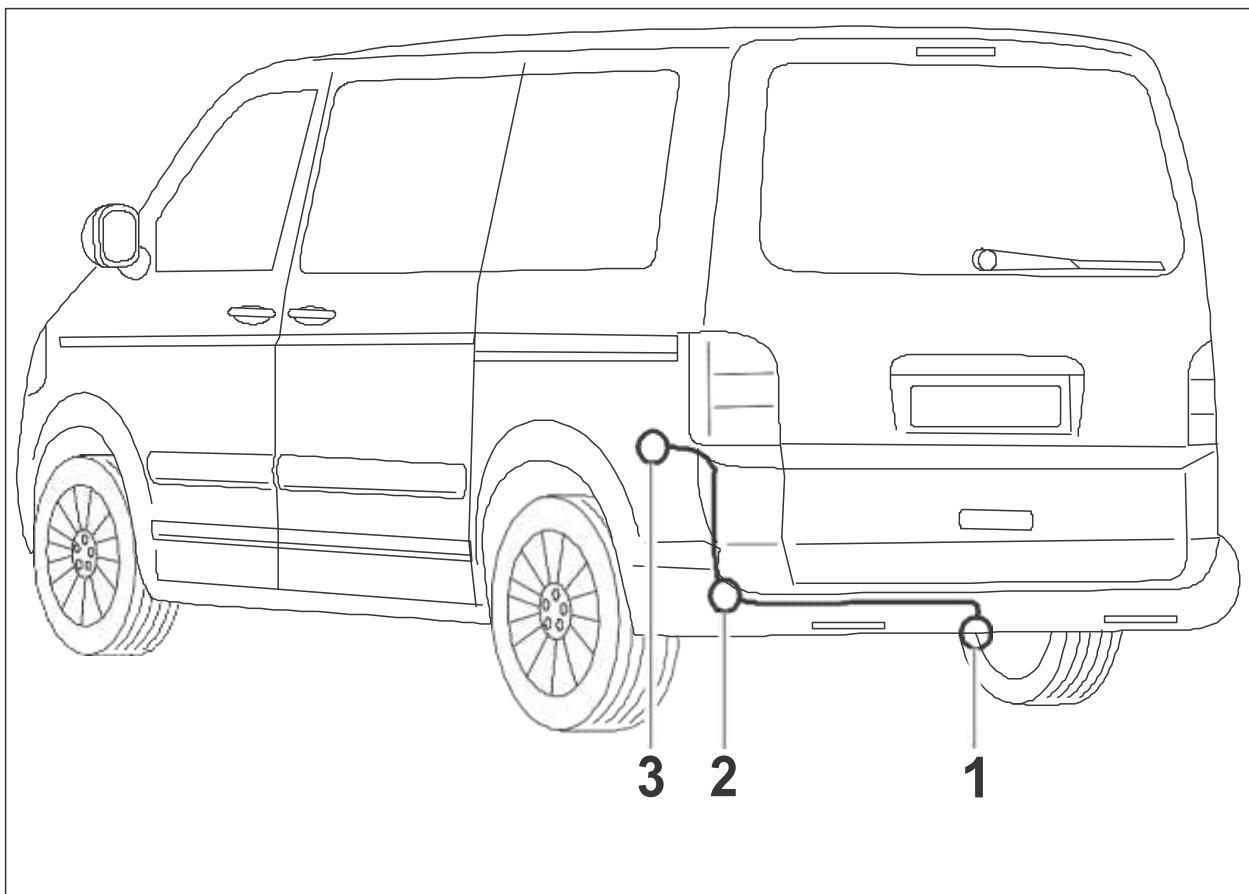

图 1：安装概览
3. 将导线束的插座尾端穿过车辆左后方的穿孔套管（图 1/2），向外铺设至插座固定板（图 1/1）。
7. 使用插座中现有的螺丝将插座拧紧在固定板 ( 图 1/1 ) 上。
9. 将车辆的穿孔套管 ( 图 1/2 ) 安装在导线束上，沿着导线束推移并从外面装入车辆的穿孔的。额外使用供货范围中的密封板 ( 丁基带 ) 密封穿孔套管。
10. 将 8 针和 12 针插头插入并卡入左后方接合处 ( 图 1/3 ) 相应的承接插头上。必要时，拔出车辆中现有的 8 针桥接插头 ( 不再需要 )。